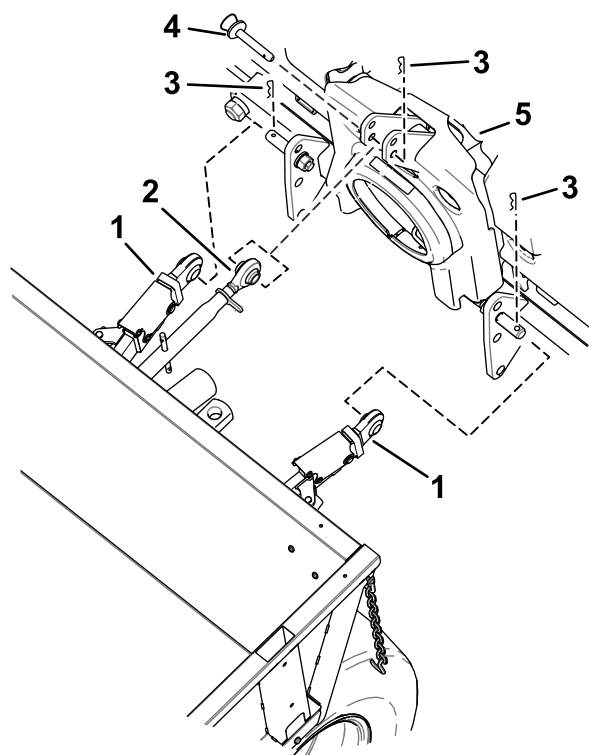

図 29
1. マシンをゆっくりとバックさせて、ドラフトリンクをアタッチメントの下部コネクタに合わせる 図 29。
2. ドラフトリンクをアタッチメントに接続する 図 29。
3. 上部リンクを、アタッチメントの上部コネクタにセットする 図 29。
4. 上部リンクをアタッチメントに固定する 図 29。
4. アタッチメントから上部リンクを外す 図 29。
5. アタッチメントからドラフトリンクを外す 図 29。